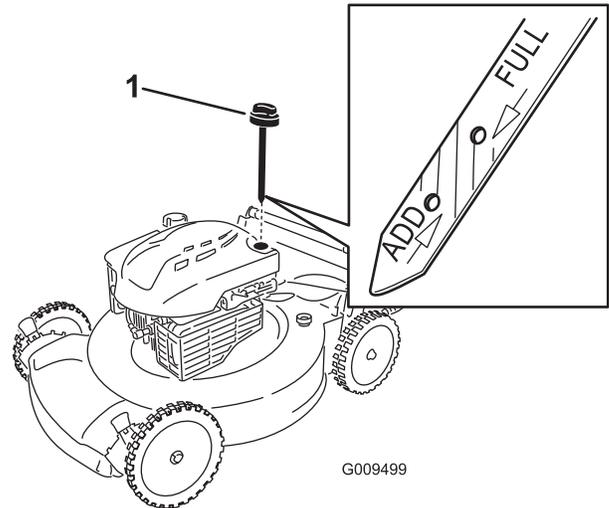

Figura 10
2. Retire la varilla (Figura 10).
5. Observe en la varilla el nivel de aceite (Figura 10).
- Si el nivel de aceite está por debajo de la marca Añadir de la varilla, vierta una pequeña cantidad de aceite lentamente en el tubo de llenado, espere 3 minutos, y repita los pasos 3 a 5 hasta que el nivel llegue a la marca **Lleno** de la varilla (Figura 10).